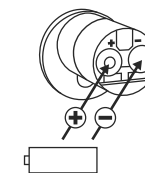

Fig. 2
- 1 Avec le tournevis TX8 fourni, retirez la vis sur la face intérieure de la porte à l'extrémité avant du bouton et ouvrez le couvercle. On peut faire tourner la vis seulement jusqu'à l'ouverture du couvercle, elle ne tombe pas. (Fig. 2).